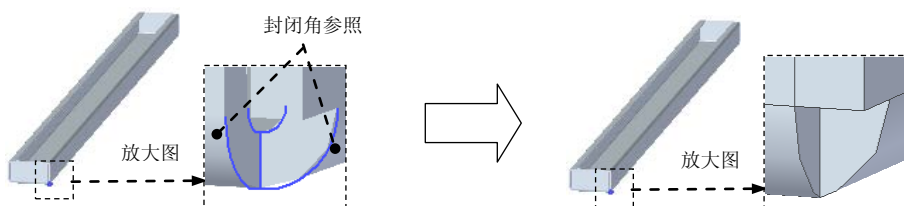

图 8.13.149 封闭角特征 1
(1) 选取要镜像的特征。选取弯边特征 1 为镜像源。
(2) 选择命令。单击“主页”功能选项卡“阵列”工具栏中的  镜像 按钮。
(3) 定义镜像平面。选取前视图 (XZ) 平面为镜像平面。
(4) 单击 **完成** 按钮, 完成特征的创建。
Step5. 创建图 8.13.149 所示的封闭角特征 1。
(1) 选择命令。单击“主页”功能选项卡“钣金”工具栏中的“封闭二折弯角”按钮 .
(2) 定义折弯至闭合。选取图 8.13.149 所示的相邻折弯特征为封闭角参照。